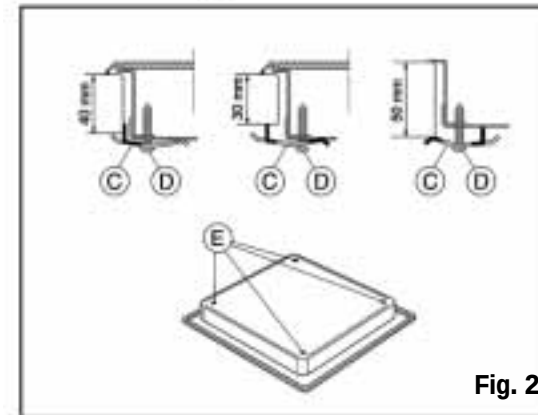

Fig. 2
Attention : si la table de cuisson est installée sur une surface autre que du bois (marbre, plastique, céramique, pierre, etc.), n'oubliez pas de vous procurer les équerres de fixation (Fig. 2) auprès du Service Après-vente, en indiquant la référence 4819 404 78697.
- **Si le plan de travail est en marbre, en plastique, en céramique ou en pierre, etc.**, la table de cuisson doit être fixée au moyen d'étriers spéciaux **(C)** (fig. 2).
2. Installez les 4 étriers **(C)** comme le montre la fig. 2, en fonction de l'épaisseur du plan de travail.
3. Fixez les 4 vis **(D)** dans les trous **(E)** (fig. 2).